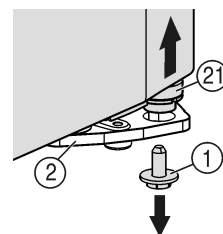
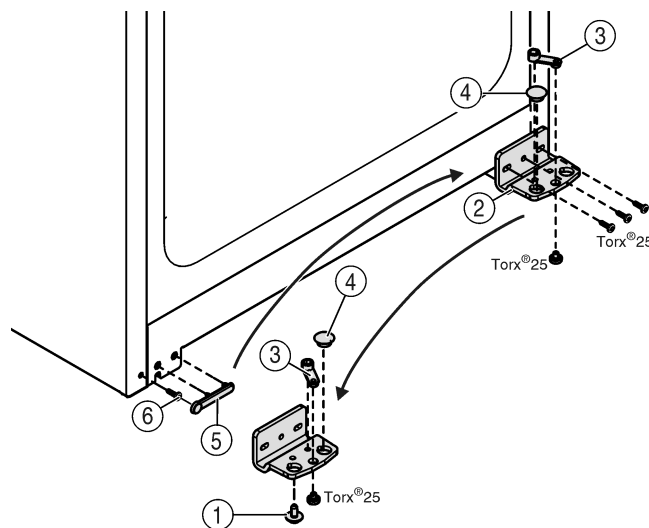

Fig. 5
Fig. 6
▶ Vpravo dole na stojanu ložiska vyšroubujte pojistný šroub Fig. 5 (1).
▶ Ložiskový čep Fig. 5 (21) se uvolní ze stojanu ložiska Fig. 6 (2).
▶ Pokud se ložiskový čep Fig. 5 (21) neuvolní, vytlačte čep zdola.
▶ Našroubujte stojan ložiska Fig. 6 (2).
▶ Našroubujte ložiskový díl Fig. 6 (3) a přemístěte do protilehlého upínacího otvoru stojanu ložiska, opět přišroubujte.
▶ Vyměňte ze stojanu ložiska zátku Fig. 6 (4) a nasadte do protilehlého upínacího otvoru stojanu ložiska.
▶ Opatrně zvedněte kryt Fig. 6 (5) na straně madla.
▶ Vyšroubujte šroub Fig. 6 (6) a na protější straně ho opět nasadte.
▶ Kryt Fig. 6 (5) opět nasadte.
▶ Přišroubujte opět stojan ložiska Fig. 6 (2) na novou stranu závěsu (sílu 4 Nm), příp. pomocí akumulátorového šroubováku.
▶ Zašroubujte a dotáhněte pojistný šroub Fig. 5 (1) dole do ložiskového čepu (silou 4 Nm).